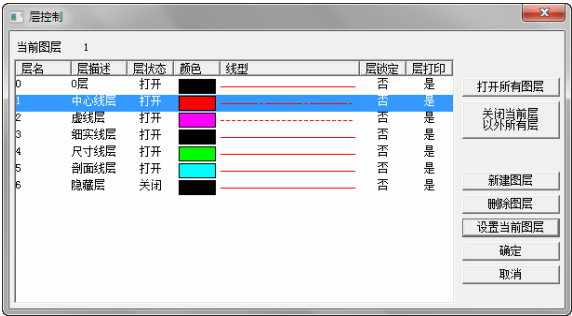

图 4-48 “层控制”对话框
1) 选择下拉菜单“格式”→“层控制”命令，弹出“层控制”对话框，选中“1 中心线层”，单击“设置当前图层”按钮，将其设置成当前图层，如图 4-48 所示。